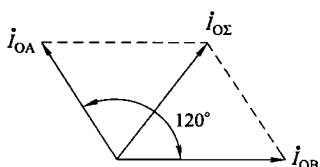

图 1-8 两相漏电流相等时的矢量图
(2) 两相漏电 由于两相漏电流间有一相位差，互感器感应电势是两个漏电流的矢量和，只有当矢量和等于或大于整定值时，才起保护作用。如 A 相和 B 相发生漏电时，两相漏电流相位差为  $120^\circ$ ，如图 1-8 所示。其矢量和为